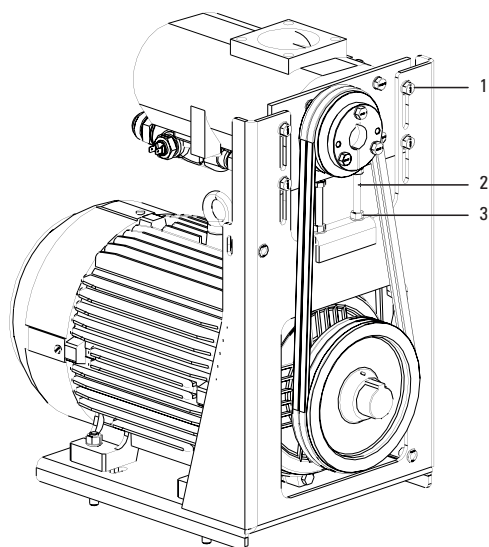

FIGURA 17.1 - TENSIONAMIENTO DE LA CORREA
- D. Apriete los tornillos 2 alternadamente para que la unidad compresora se mantenga nivelada, hasta que la correa presente la tensión de estiramiento adecuada, conforme aparece en la Figura 17.1.